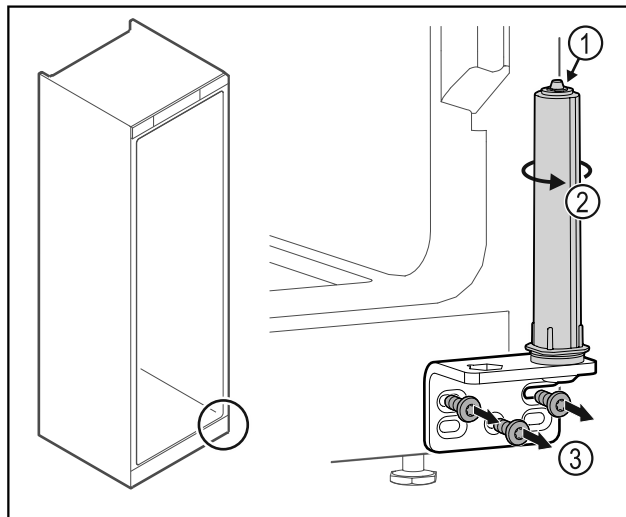

Fig. 34
- ▶ Du må ikke adskille dørlukkesystemet Fig. 34 (1).
- ▶ Drej lukkesystemet Fig. 34 (2), indtil det klikker.
- ▶ Skru hængselvinklen Fig. 34 (3) af.